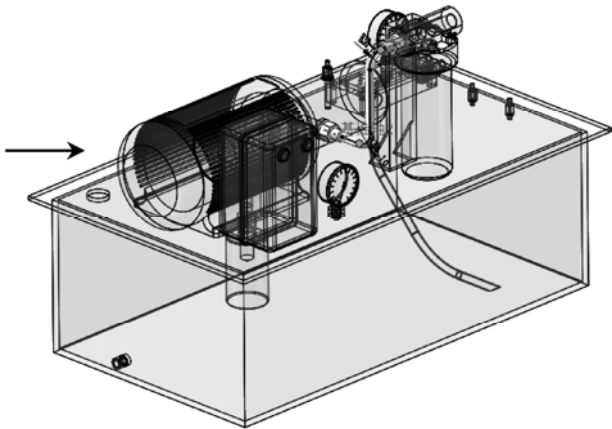

图 6-26 自动布路操作
STEP 3 完成上述操作后，单击“Routing 工具”工具栏中的“自动布路”按钮，打开“自动布路”属性管理器，如图 6-26 左图所示，选中添加的两个接头的两个连接点，系统将自动生成管路，如图 6-26 右图所示。